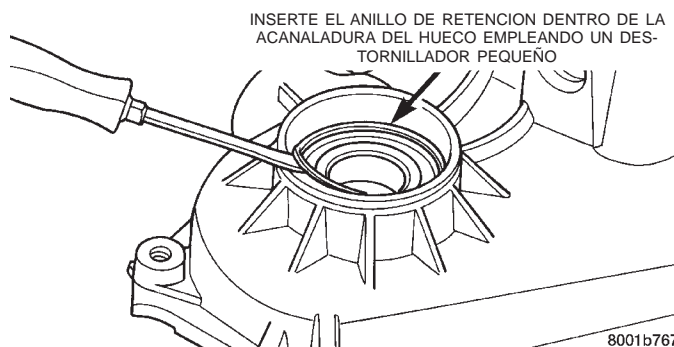

Fig. 44 Instalación de anillo de retención de cojinete delantero del eje transmisor
(5) Instale el anillo de retención del cojinete delantero del eje transmisor (Fig. 44). Introduzca el anillo en su sitio con la mano. A continuación, utilice un destornillador pequeño para insertar el anillo dentro de la acanaladura de la caja. Antes de continuar, asegúrese de que el anillo se encuentra completamente asentado.